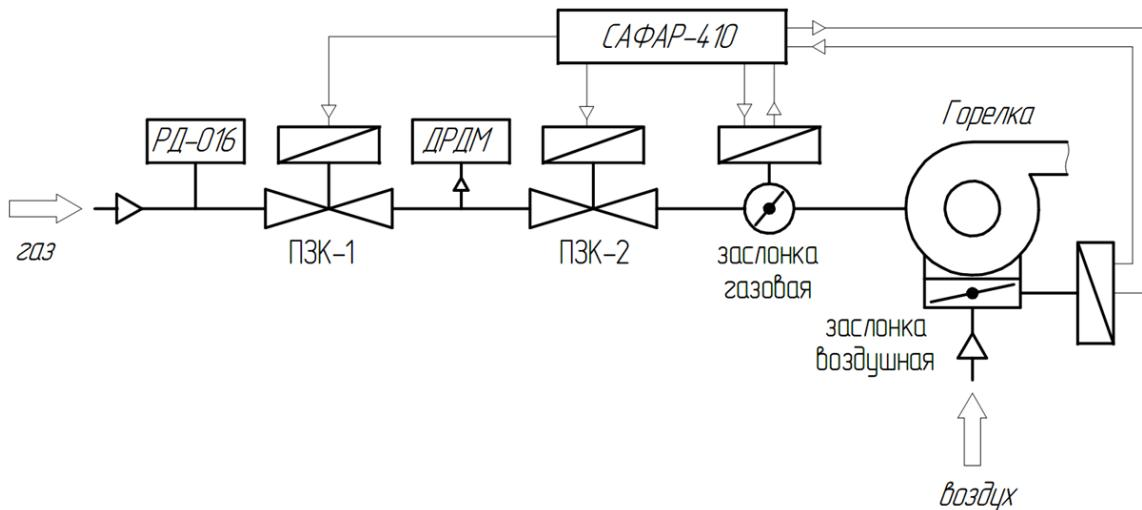

Рисунок 1.14 - Функциональная схема контроля герметичности блока клапанов без запальника.
3. Контроль герметичности. Проводится во время вентиляции. Открывается кратковременно ПЗК-2 (Рисунок 1.14) на 2.5 секунды для соединения с атмосферой – в зависимости от состояния горелки возможен сброс межклапанного объема газа через горелку в пределах допустимого по ГОСТ 34317-2017 (ЕН 1643:2014) п.7.101.2.- 0.083 % от номинального часового расхода потребляемого горелкой газа. (см. Приложение 11). Выдерживается время Тпзк1 (по умолчанию 30 с), за это время контролируется состояние реле контроля герметичности ДРДМ – настроен на 50 % давления перед ПЗК-1. Если реле перейдёт за счет натекания газа через ПЗК-1 в активное состояние в виде замыкания контактов, выдаётся блокировка о негерметичности отсечного клапана ПЗК-1. Если контакты реле остались в разомкнутом положении контролль герметичности переходит на 2 этап.